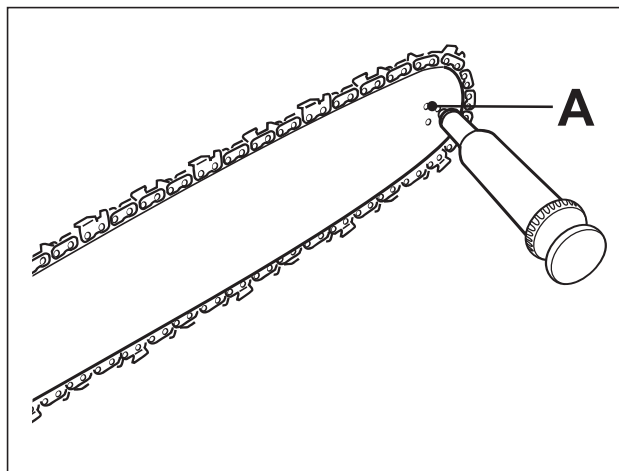

Fig. 31
2. Con una pistola de lubricación, inserte la boquilla de la aguja en el orificio de lubricación e inyecte grasa hasta que esta se observe en el borde externo del piñón (Fig. 31).